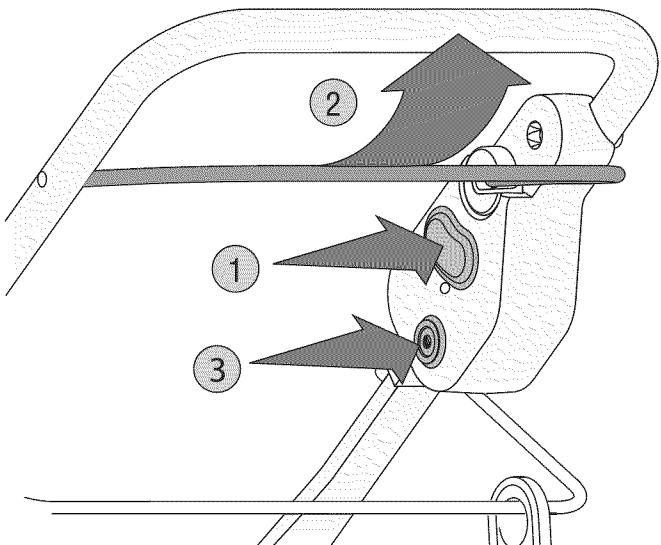

Fig. 6
4. Oprima el botón arrancador (rojo) y manténgalo oprimido (Fig. 6, no. 1). NOTA: Al arrancar el motor de la cultivadora también se inicia la acción de cultivar.
5. Mientras mantiene oprimido el botón arrancador, haga pivotar el gancho hacia arriba contra la manija (Fig. 6, no. 2) para arrancar el motor y engranar los dientes.
2. Oprima el interruptor de protección contra sobrecarga para restablecer (Fig. 6, no. 3).